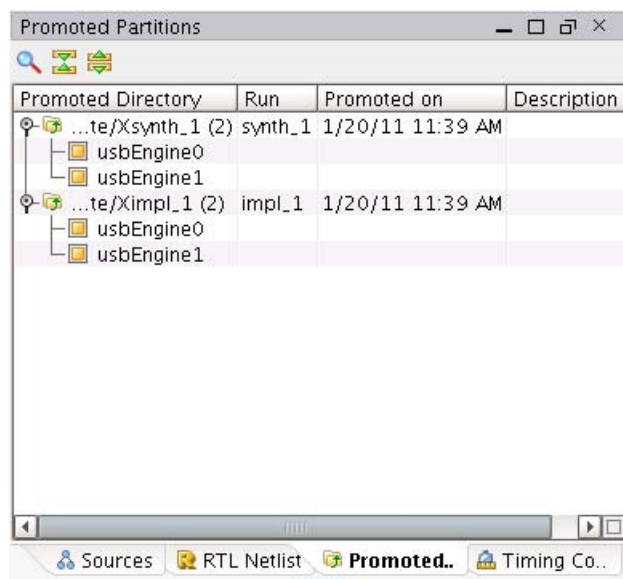

図 1-13 : プロモートされたパーティション
7. パーティションをプロモートすると、次の表示が変更されます (図 1-13)。